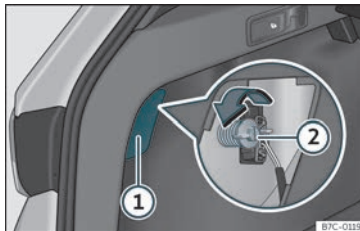

Fig. 48 Maleter: accés al caragol de fixació de la unitat de llum posterior.
- Traieu la tapa fent palanca amb el costat pla d'un tornavís en el rebaix >>> **fig. 48 ①**.
- Desenrosqueu amb la mà o amb ajuda d'un tornavís el caragol de fixació del llum pilot >>> **fig. 48 ②**.